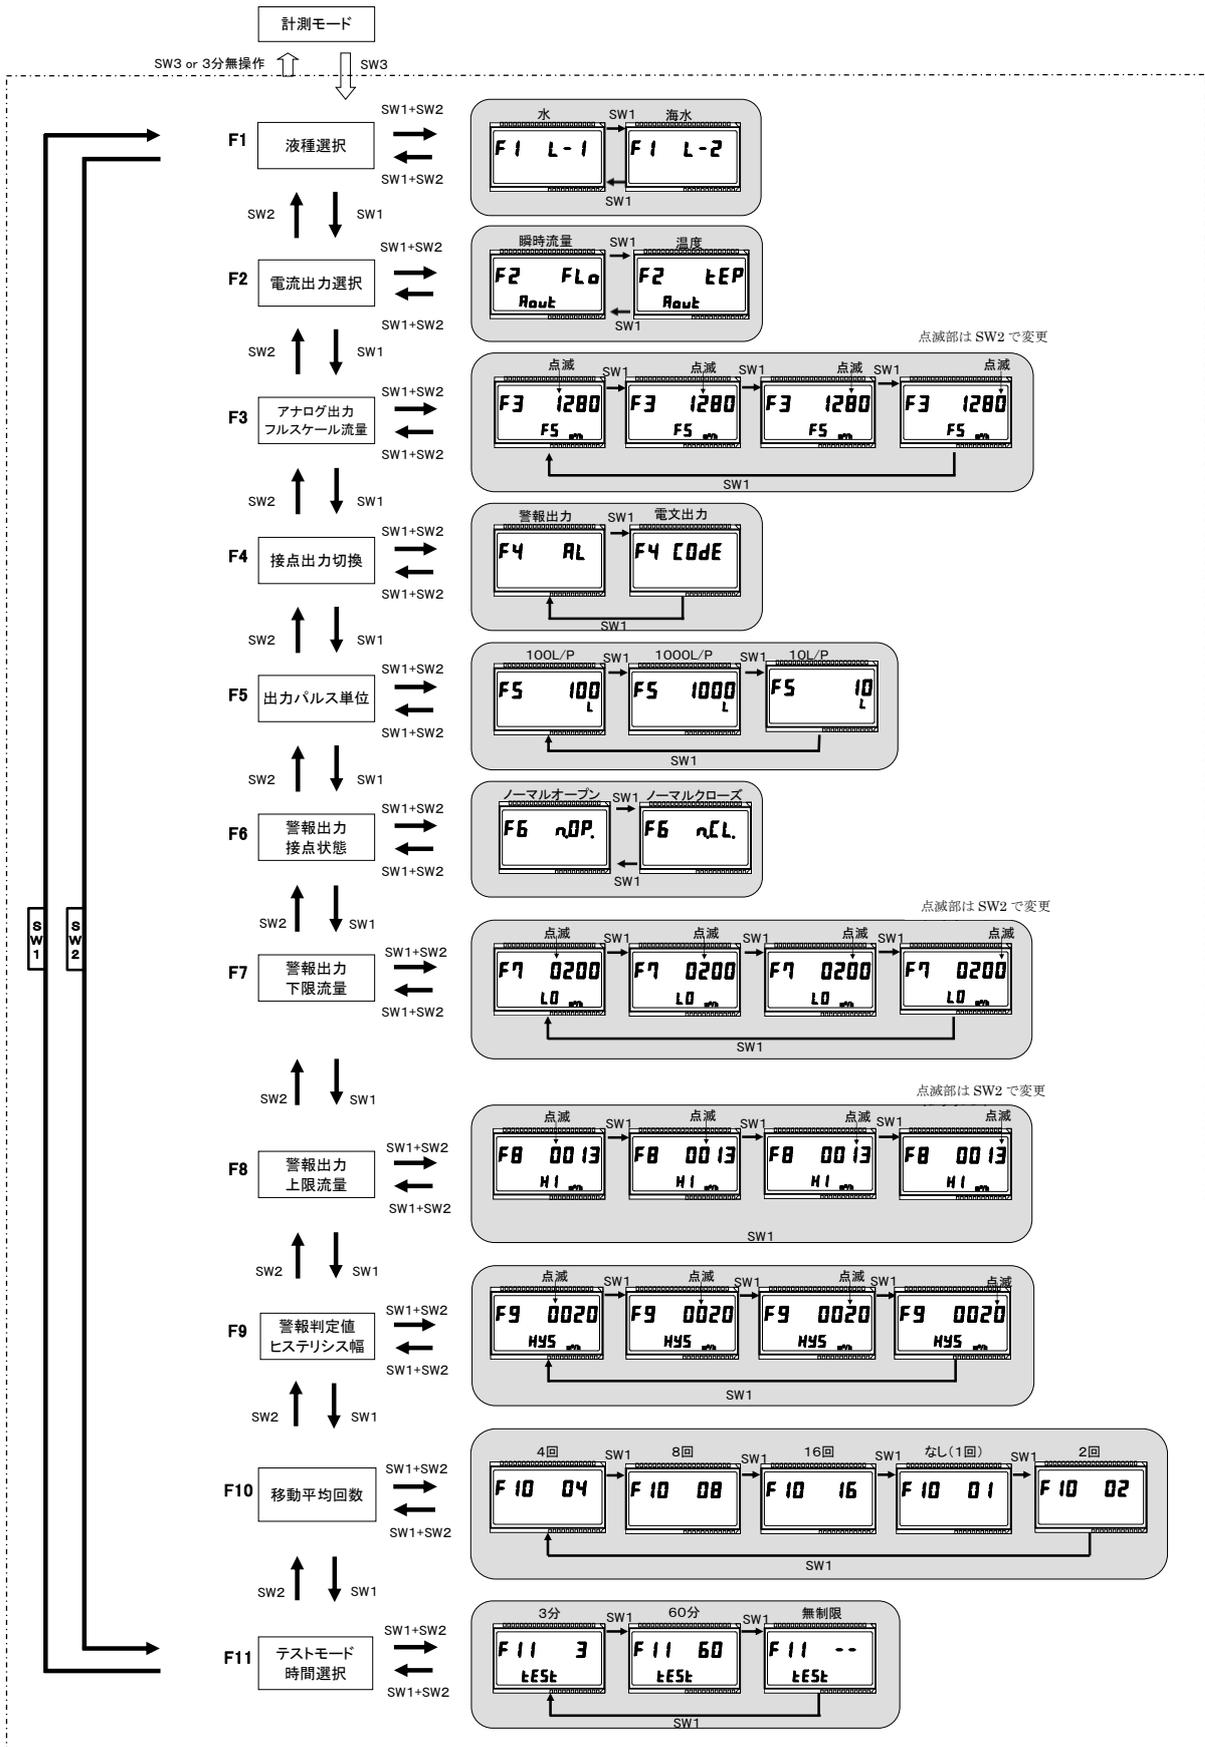

図7-1. 各種設定モードの表示切替図
- ③ 設定モードでは「表6-1. 各種設定項目と内容」(P.14)で示した設定内容の変更を行うことができます。設定モードでのボタン操作方法は、「図7-1. 各種設定モードの表示切替図」(P.16)を参照してください。